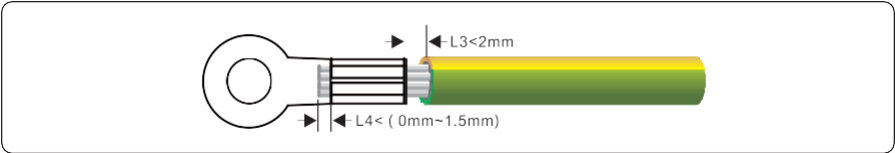

Figura 5.2 Crimpatura di un cavo (unità: mm)
Step 2 Inserire i cavi con anima esposta nelle aree di crimpatura del terminale OT e crimparli utilizzando pinze idrauliche, come mostrato nella Figura 5.2.